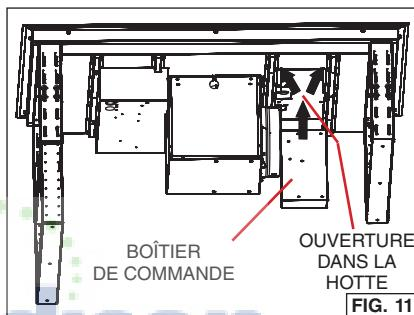

FIG. 11
2. Insérer le boîtier de commande dans l'ouverture. Fig. 11.